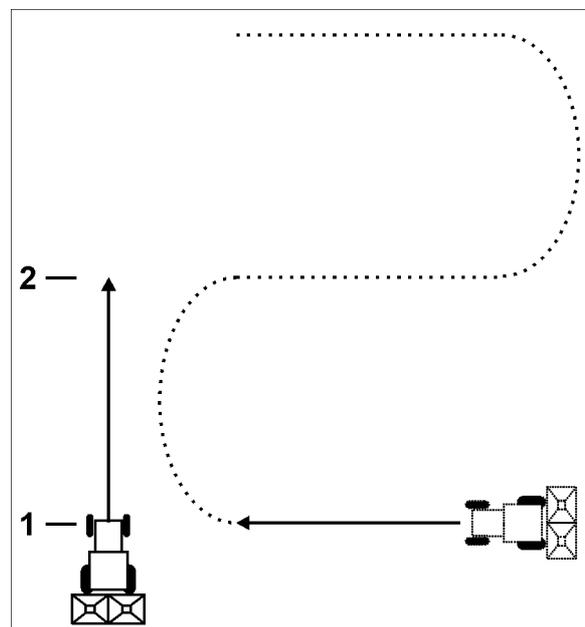

Fig. 7
(Fig. 7/1), pulsar la tecla .
2. Si la pantalla muestra como valor del tramo el ancho de trabajo (Fig. 7/2), iniciar el trayecto de enlace.